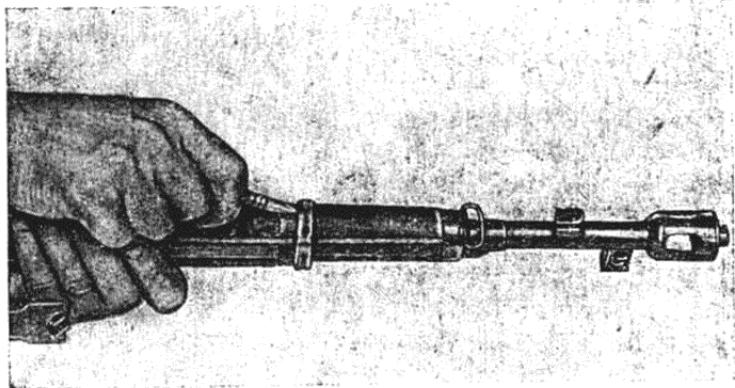

Рис. 48. Снятие ложевого кольца.
2. Снять ложевое кольцо: повернув карабин коробкой вниз, концом пули или палочки нажать на пружину ложевого кольца и, продвинув кольцо вперед, снять его пальцами правой руки (рис. 48).